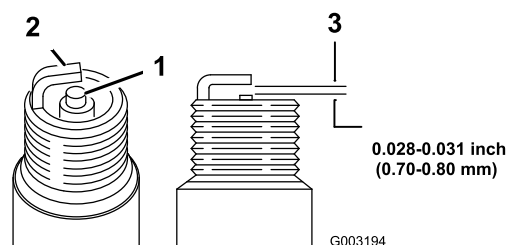

Figure 30
- Examinez le centre de la bougie (Figure 30). Si le bec de l'isolateur est recouvert d'un léger dépôt gris ou brun, le moteur fonctionne correctement. S'il est couvert d'un dépôt noir, c'est généralement signe que le filtre à air est encrassé.
- Contrôlez l'écartement entre l'électrode centrale et l'électrode latérale (Figure 30). Courbez l'électrode latérale (Figure 30) si l'écartement est incorrect.